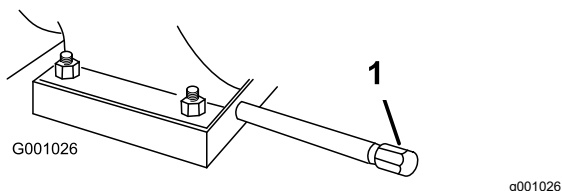

Figura 30
2. Limpie la zona alrededor de la tuerca de vaciado de aceite (Figura 30).